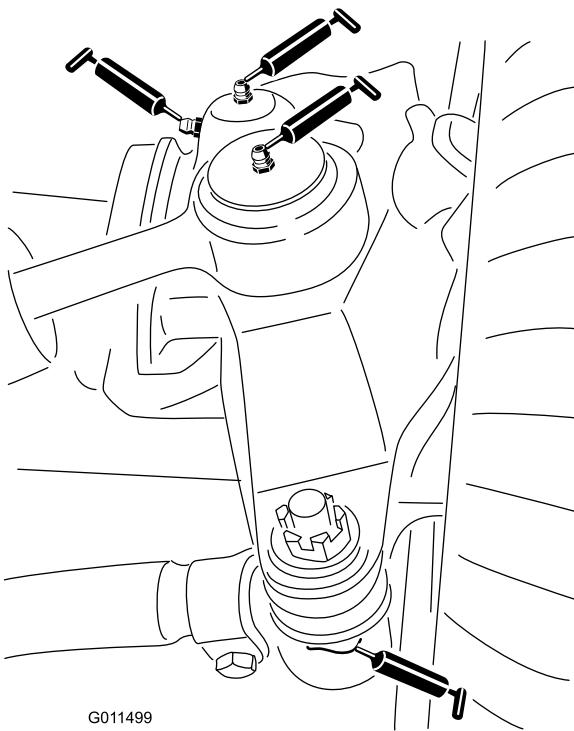

Figura 38
- 2 giunti a sfera del cilindro di sterzatura (Figura 38)
- 2 giunti a sfera del tirante (Figura 38)
- 2 boccole del perno del fuso a snodo (Figura 38).